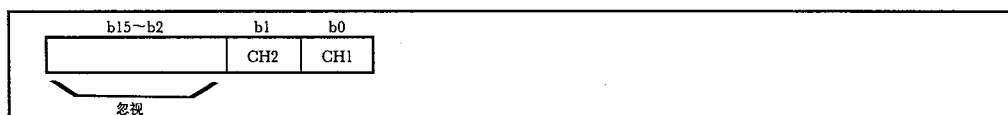

图3.7 各信道的输出允许/禁止区域的构成
- (1) 是设定D/A变换后的模拟值按各信道向外部设备输出允许/禁止的区域。
- (2) 在下述情况下, 将成为全部信道输出允许的状态。
- (3) 对于各信道, 向外部设备输出禁止/允许使用1/0进行设定。
- (4) 各信道的输出允许/禁止区域的构成, 如图3.7所示。